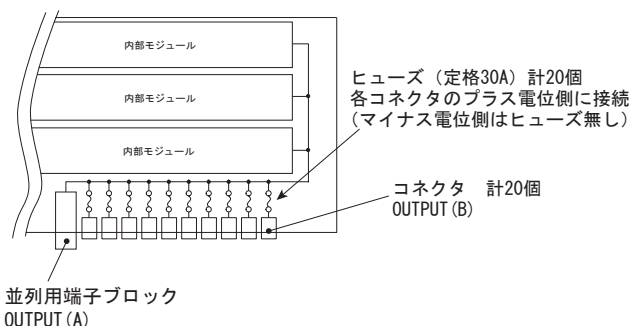

図 2.2 出力部内部ブロック図
- OUTPUT (A) 部及び (B) 部から出力電流 (合計 208A) を取り出すことができます。
- OUTPUT (B) 部のコネクタからは 1 個当たり最大 20A の出力電流を取り出すことができます。
- 各コネクタには、ヒューズが内蔵接続されています (図 2.2 参照)。